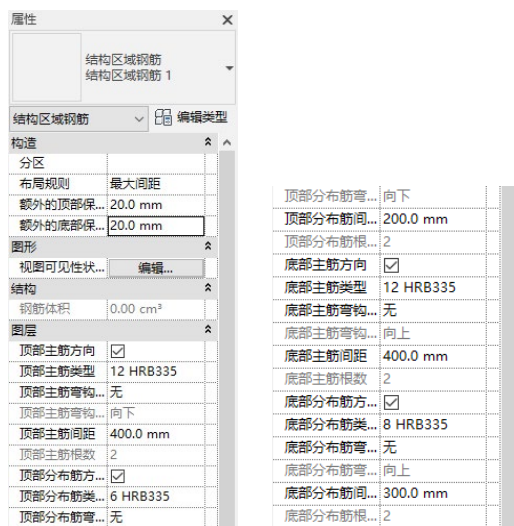

图 15-131 “属性”选项板
(4) 在“属性”选项板中设置“布局规则”为“最大间距”，“额外的顶部保护层偏移”和“额外的底部保护层偏移”为“20.0”，“顶部主筋类型”“底部主筋类型”为“12HRB335”，“顶部分布筋类型”“底部分布筋类型”为“6HRB335”，“顶部主筋间距”“底部主筋间距”为“400.0mm”，“顶部分布筋间距”“底部分布筋间距”为“200.0mm”，如图 15-131 所示。